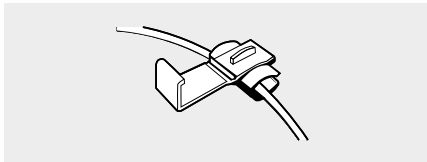

Bild 8
Legen Sie das 12 V + (Plus)-Kabel der Rückfahrleuchte seitlich in den Klemmverbinder (7) ein (siehe Bild 8).